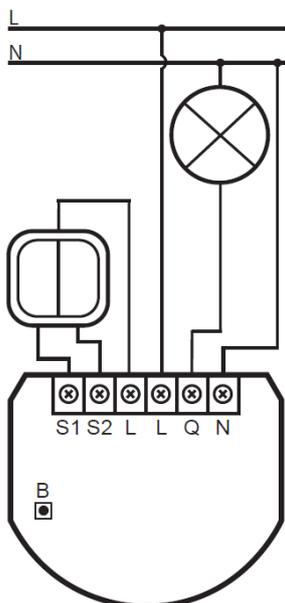

Figure 1 : Exemple de connexion de SingleSwitch-Control
- Se connecter uniquement comme indiqué dans la figure 1 ci-dessous. Une connexion incorrecte peut entraîner des risques pour la santé, la vie ou des dommages matériels.
3. Connecter comme indiqué dans la Figure 1 ci-dessous.